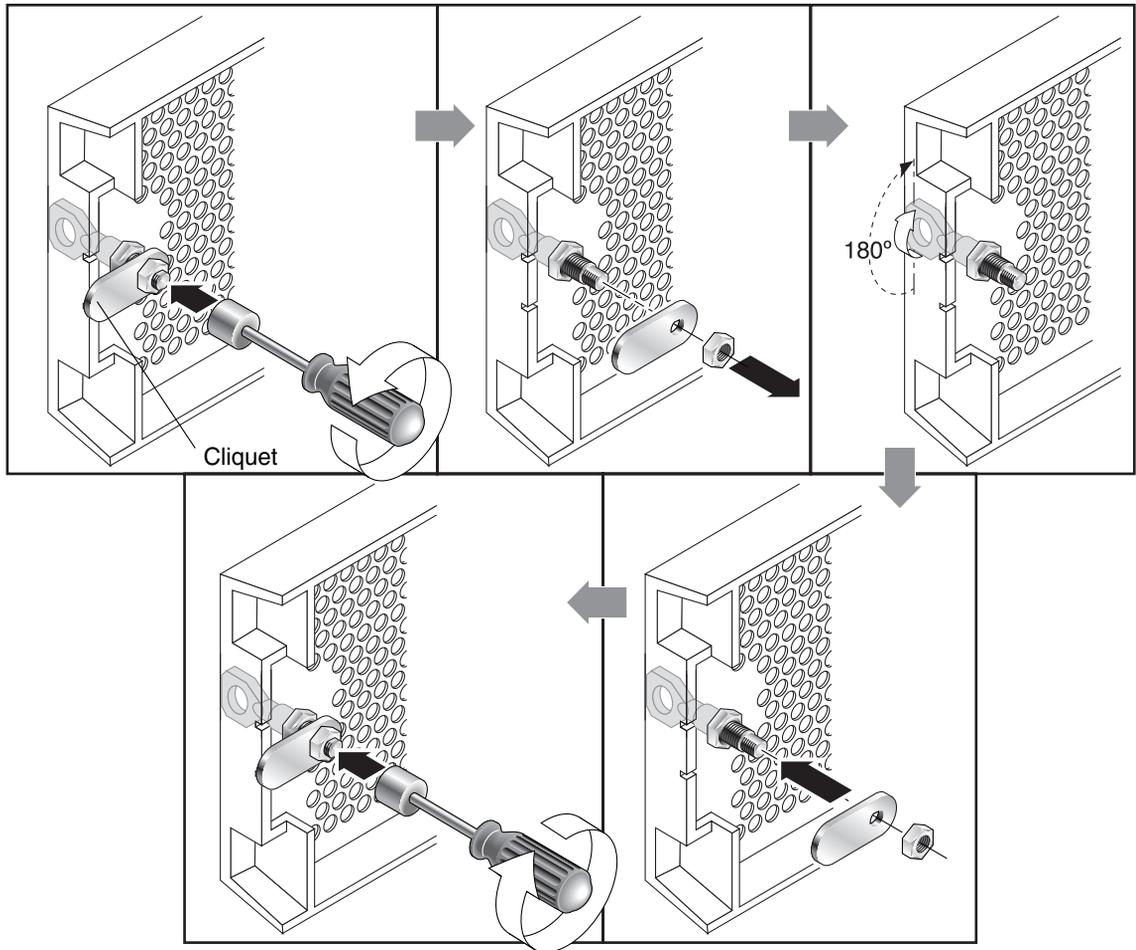

FIGURE 4-2 Séquence à suivre pour modifier les verrous du panneau afin d’empêcher le retrait des clés
1. Retirez le panneau avant en faisant pivoter doucement les bras oscillants hors de leurs supports et assurez-vous que la clé se trouve en position verrouillée, avec le cliquet à l'horizontale et dépassant le bord du panneau (voir la première illustration de la FIGURE 4-2).
2. Maintenez la clé en place et utilisez un tournevis à douille de 12 mm ou 3/8 de pouce pour retirer l'écrou de verrouillage qui maintient le cliquet en place, comme indiqué dans la première illustration de la FIGURE 4-2.
3. Soulevez le cliquet de la partie fileté du verrou, comme indiqué dans la deuxième illustration de la FIGURE 4-2.
5. Utilisez la clé pour tourner le verrou de 180°, comme indiqué dans la troisième illustration de la FIGURE 4-2.
6. Remplacez le cliquet en veillant à l’orienter de la même façon qu’avant le démontage, comme indiqué dans la quatrième illustration de la FIGURE 4-2.
7. Maintenez la clé en place et utilisez le tournevis à douille pour resserrer l’écrou de verrouillage, comme indiqué dans la cinquième illustration de la FIGURE 4-2. Veillez à ne pas forcer le filetage.